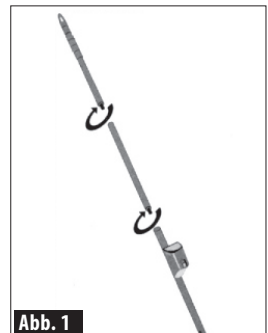

Abb. 1
1. Schrauben Sie die drei „Stangenteile“ fest zusammen (siehe Abb. 1)